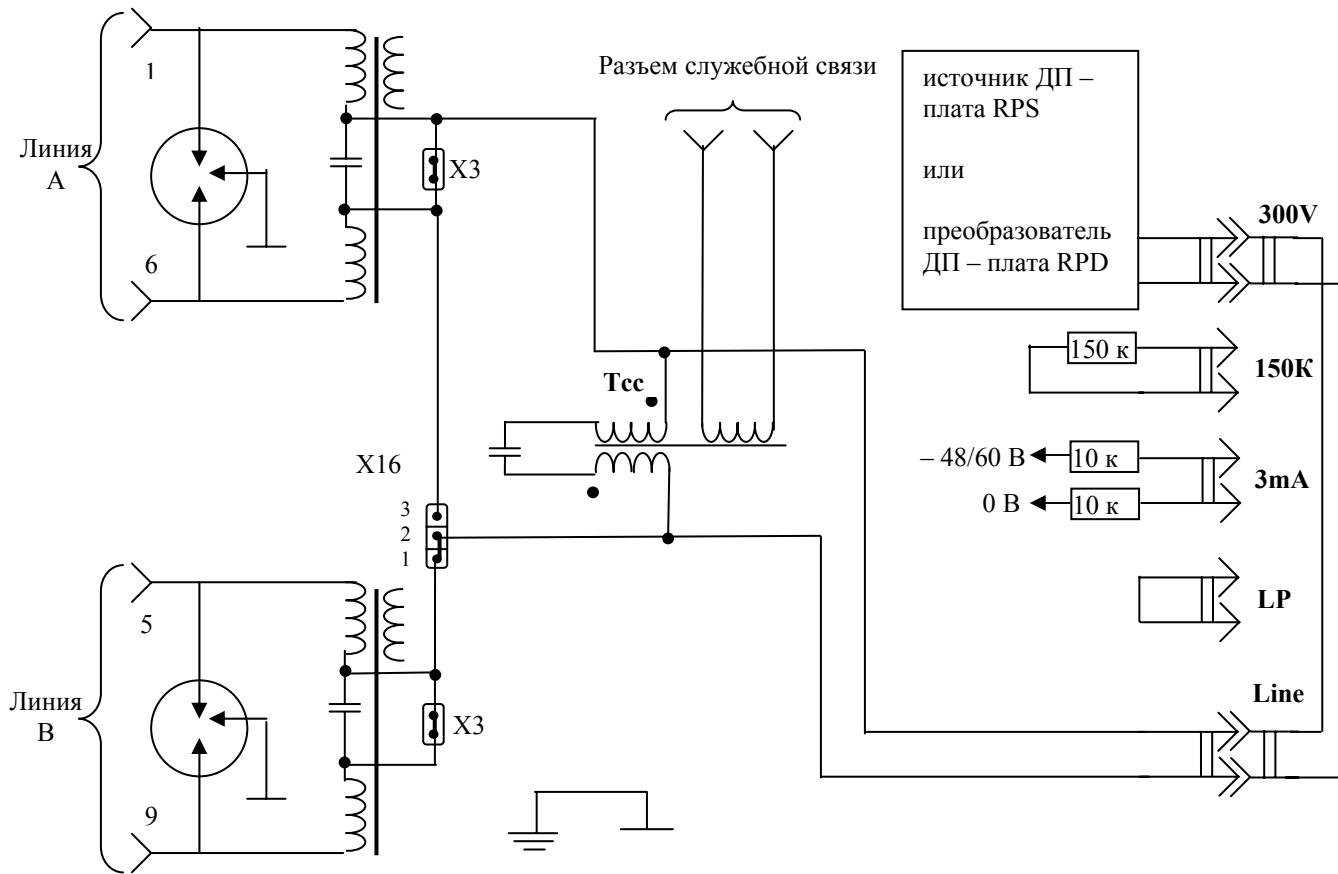
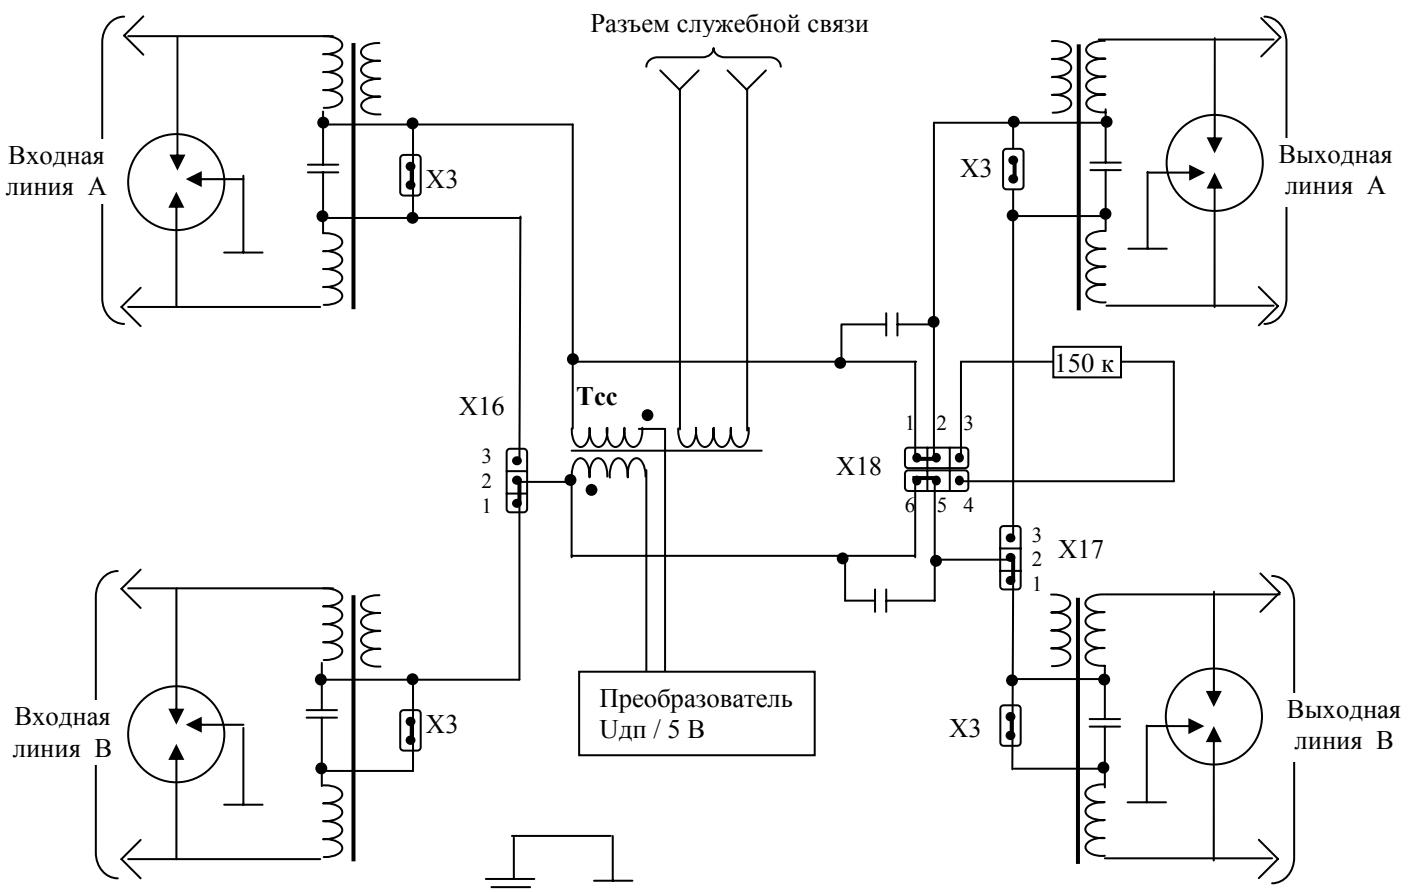

Рис. 7. Схема цепи ДП модема MC04-DSL2.bis-xxx-60V / RPS / RPD.
Рис. 8. Схема цепи ДП регенератора MC04-1/2B.bis.
Схемы цепей ДП модема и регенератора приведены на рис. 7 и 8. В системе предусмотрены два варианта ДП: по одной линейной паре (схема «провод–провод») и по фантомной цепи двух линейных пар (схема «пара–пара»). При питании по одной линейной паре напряжение ДП подается через расщепленную по постоянному току среднюю точку линейного трансформатора. При питании по двум линейным парам напряжение ДП подается через средние точки двух линейных трансформаторов.
7.3.4. Шнур питания линии, коммутирующий разъем **Line** с разъемами **LP, 3mA, 150k, 300V** на задней панели модема, обеспечивает 4 режима питания линии (см. рис. 7).
Для обеспечения служебных разговоров между станцией и регенерационными пунктами в состав аппаратуры включен канал служебной связи, организованный по рабочим парам **двуухпартных** линейных трактов. Служебная связь (СС) функционирует независимо от наличия или отсутствия напряжения ДП. Связь обеспечивается через трансформаторы служебной связи **TCC**, первичные обмотки которых включены в цепь ДП модема и регенератора согласно схемам на рис. 7 и рис. 8. Передача сигнала СС между первой и второй секциями длинных трактов с двухсторонним питанием производится через конденсаторы, шунтирующие разрыв между контактами X18 в конечном регенераторе MC04-2B.bis-T-K.